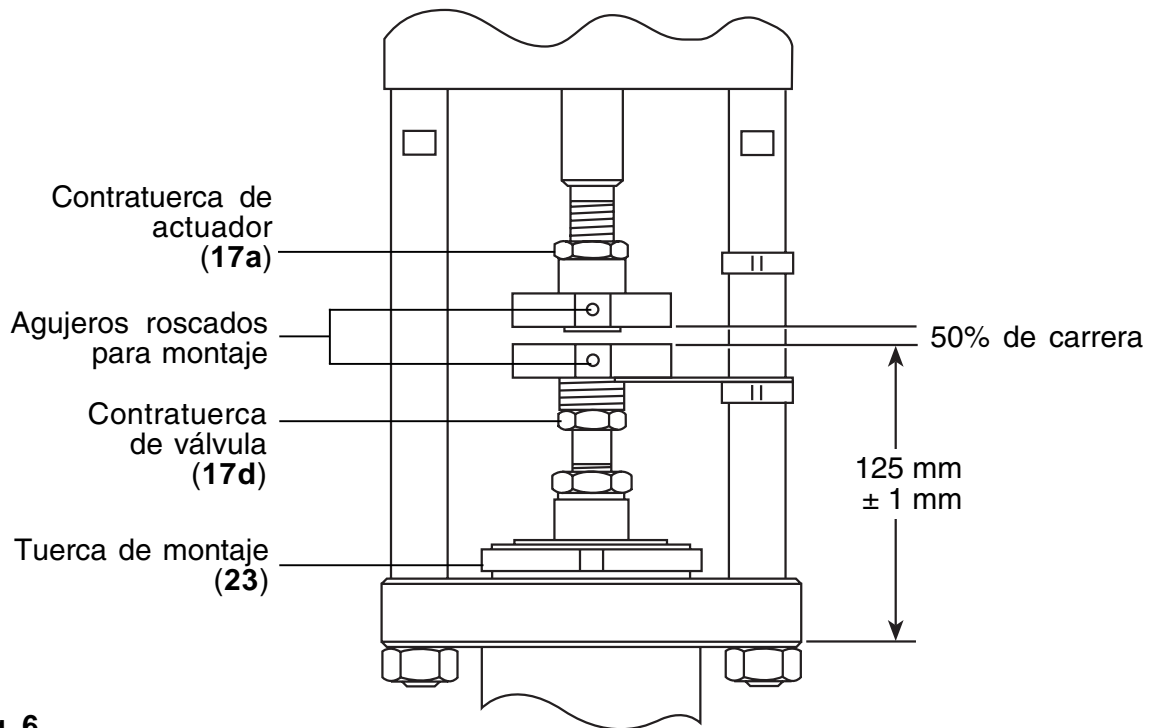

Fig. 6
- Aplique la señal de entrada al actuador para posicionar el vástago a la posición de carrera deseada (ver Fig. 6).
- Bajar suavemente el actuador sobre la válvula, alineando los pilares (15) en los orificios del plato de montaje de la válvula (18). Colocar y apretar al par de apriete recomendado las tuercas de los pilares (21) (ver **Tabla 1**).